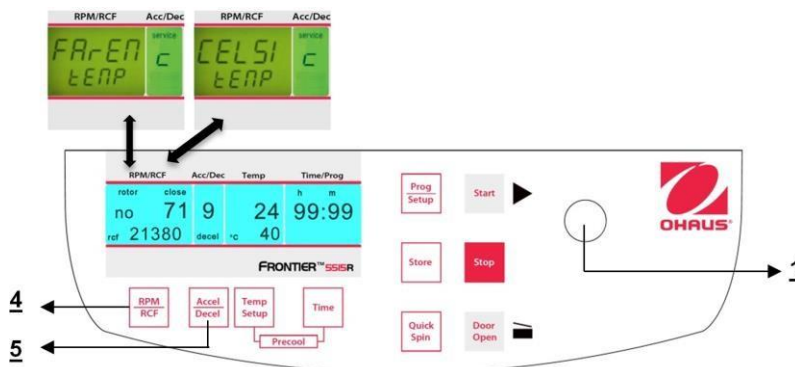

Figura 34
Proceda como se describe en el punto 4.1.1 para ingresar en este modo de programa y luego presione el botón **"Accel/Decel"** (5). En la pantalla **"Acc/Dec"** (A-2) aparece la palabra **"Service"**. Ahora seleccione la letra **"C"** con la perilla de ajuste (1). Como resultado, en la pantalla **"RPM | RCF"** (A-1) aparecen las palabras **"CELSI/temp"**. Si presiona el botón **"RPM | RCF"** (4), la palabra **"CELSI"** destella y puede cambiar la pantalla a Fahrenheit **"FAREN"** con la perilla de ajuste (1) (vea la Figura 34). Una vez que haya guardado las configuraciones (vea 4.1.1), puede cambiar nuevamente al modo de programa normal al apagar la centrifuga durante un tiempo breve.